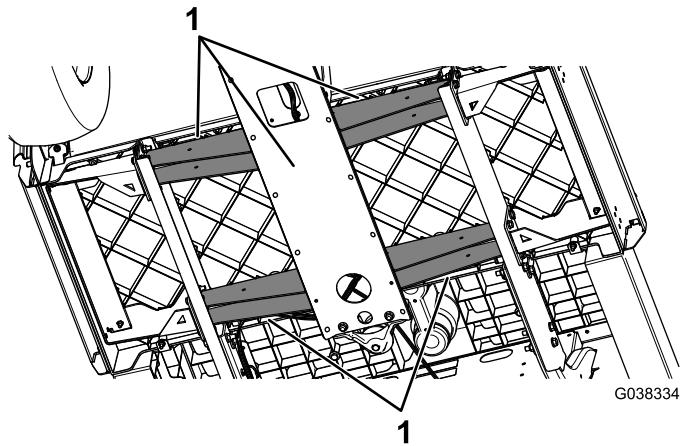

Figure 3
2. Utilisez un cric sous le cadre pour soutenir l'avant de la machine (Figure 3).